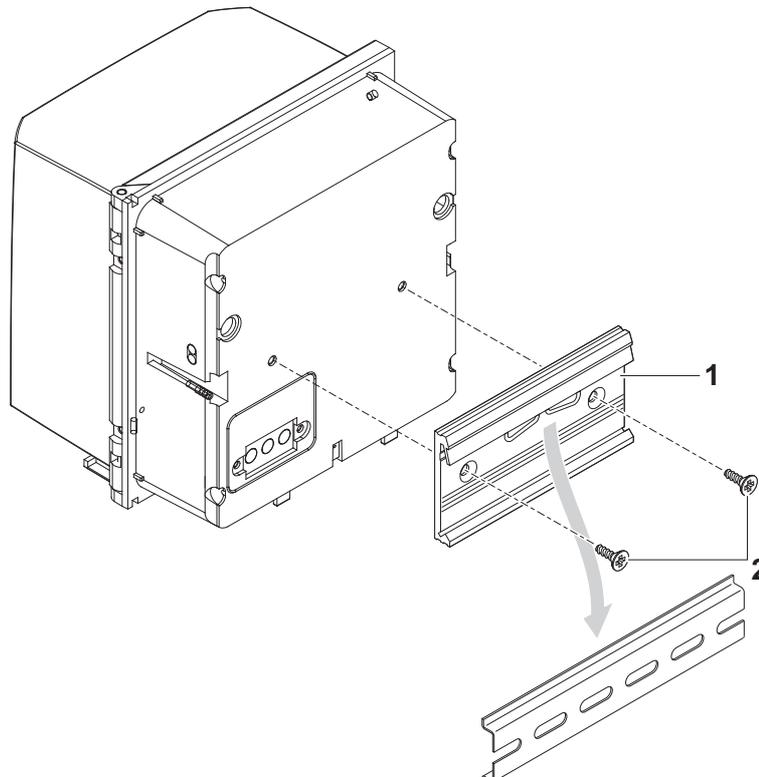

Bild 3-22 DIQ/S 281 auf Hutschiene montieren
- 1 Die Klammerbefestigung (Pos. 1 in Bild 3-22) mit den beiden Kunststoff-Schneidschrauben (Pos. 2) an die Rückseite des Universal-Transmitters schrauben.